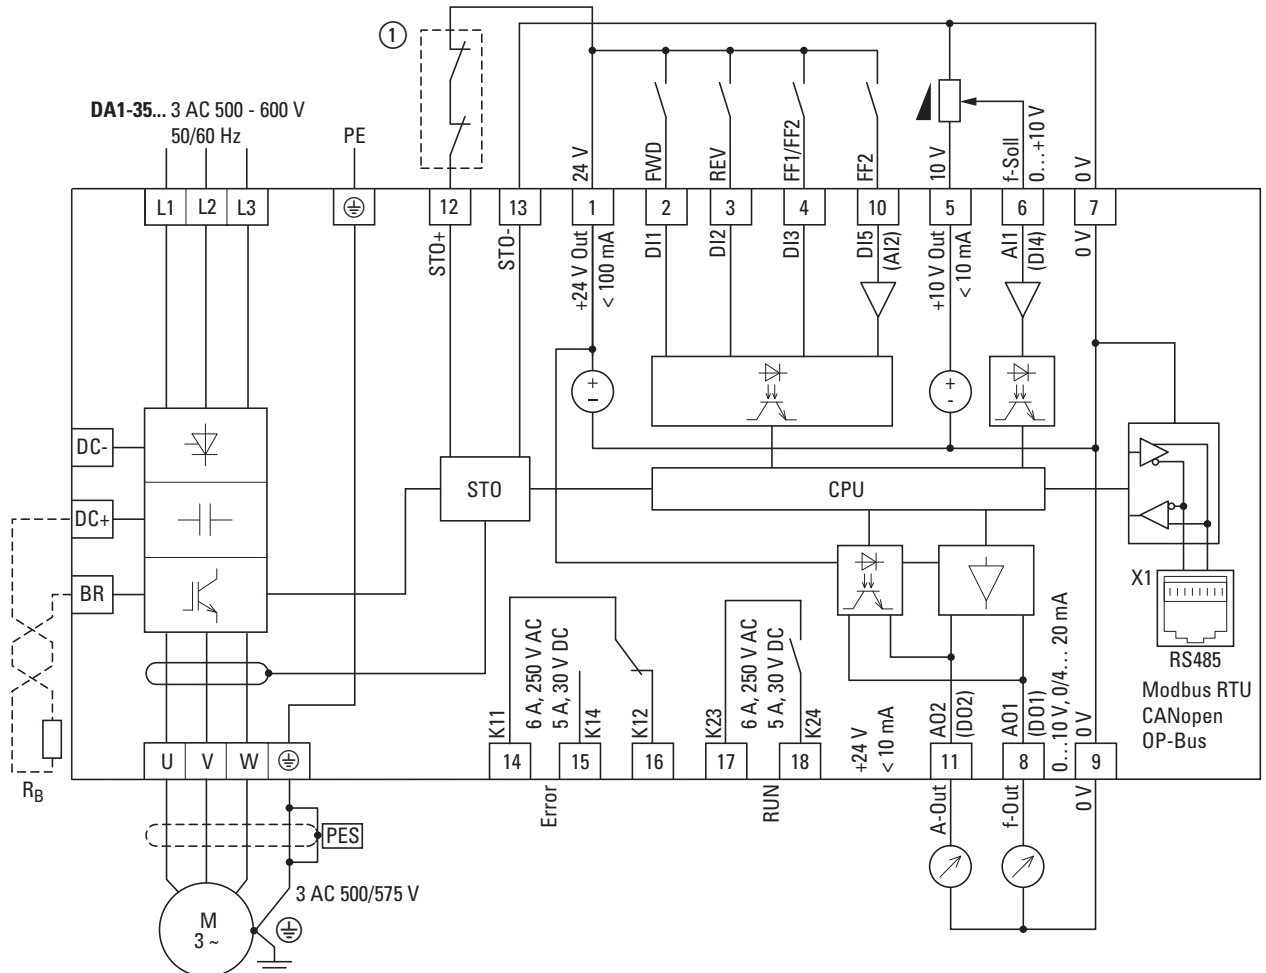

Abbildung 90: Blockschaltbild DA1-35... in Baugröße FS4
① Direkte Freigabe der STO-Funktion oder Relais: Safe Torque Off (STO), SIL 2 (EN 61800-5-2) wie in → Abbildung 90, Seite 121.